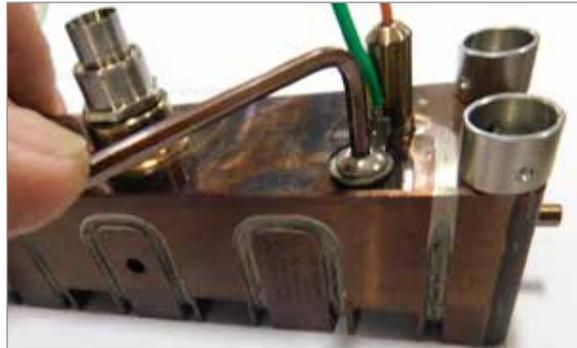

Figura 19-14 Fijación del cable de tierra
2. Fije el cable de tierra con el tornillo de retención. Consulte la Figura 19-14.